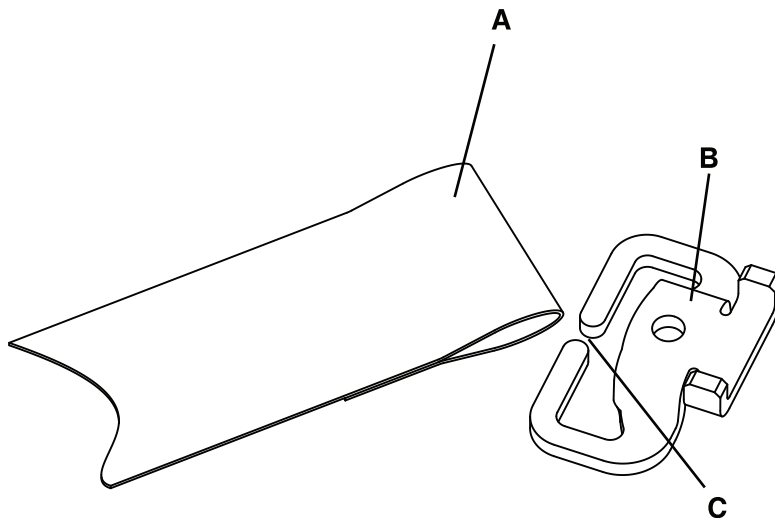

Rysunek 12-34: Instalacja wspornika pasa mocującego
- a. Wprowadzić dwie wypustki (A) na wsporniku (Rysunek 12-33 na stronie 12-54) do prostokątnych otworów na złączu spawanym głównej ramy (B) (Rysunek 12-34 na stronie 12-55).
- b. Zainstalować dostarczoną w zestawie śrubę z łbem grzybkowym (0004-671-000) (C) w okrągłym otworze na wsporniku, aby przymocować wspornik pasa mocującego do złącza spawanego głównej ramy (B) (Rysunek 12-34 na stronie 12-55). Za pomocą klucza dynamometrycznego 3/8 cala i wkładu imbusowego 3/16 cala dokręcić śrubę do  $70 \pm 10$  cali-funtów ( $8 \pm 1,1$  Nm).